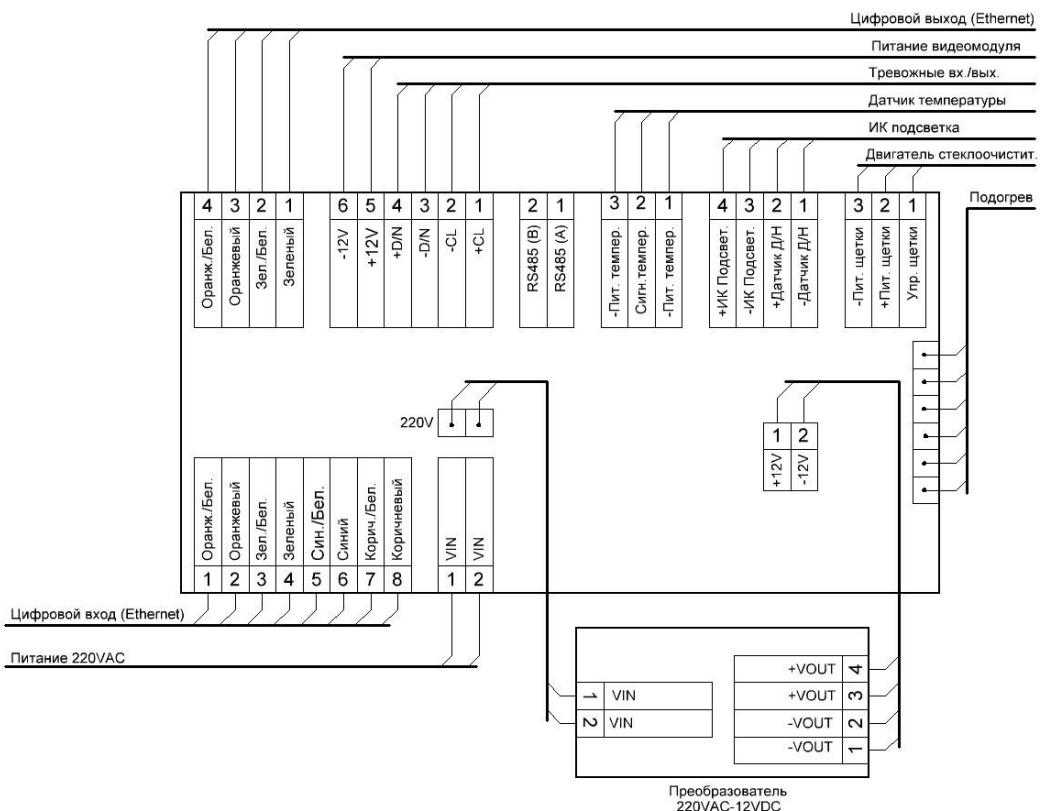
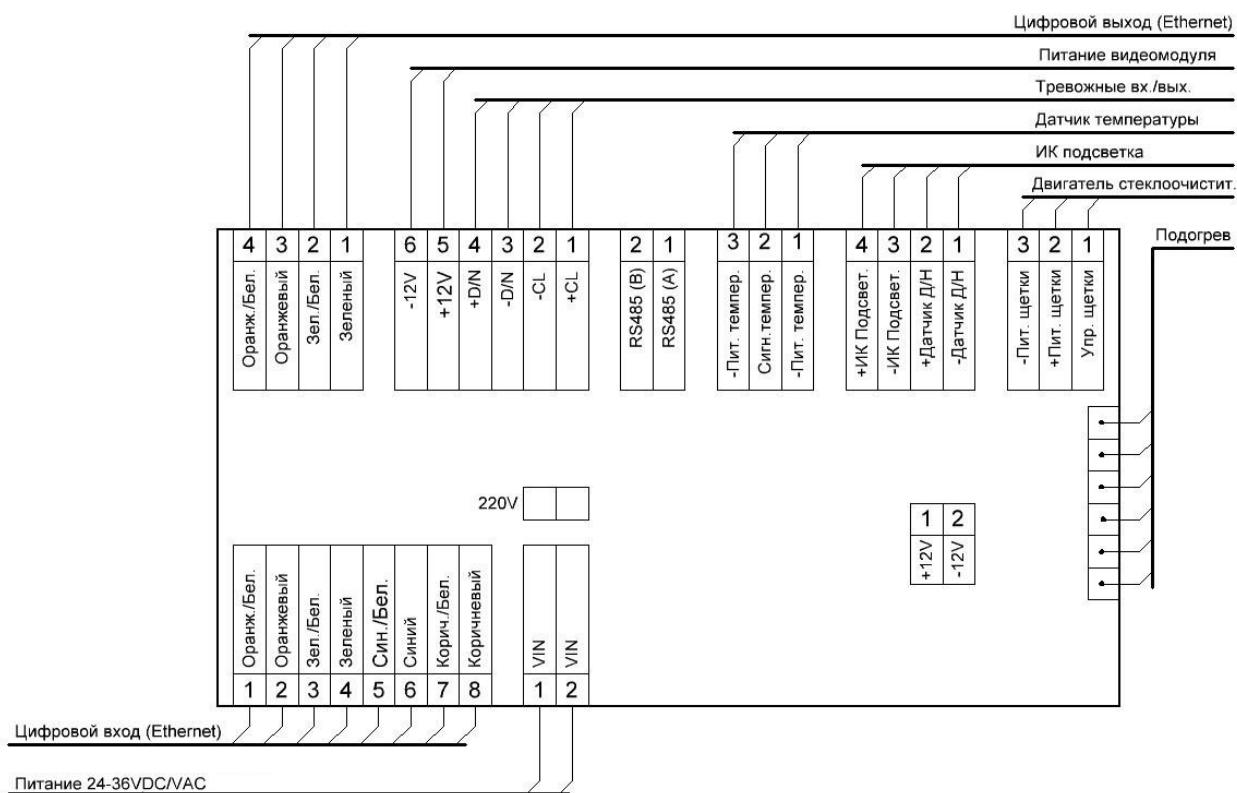

Рисунок 4.6 – Схема подключения термокожуха с напряжением питания 220 В переменного тока
Рисунок 4.7 – Схема подключения термокожуха с напряжением питания 24-36 В постоянного и переменного тока
7. Подключите видеокамеру к электронной плате согласно схеме подключения (Рисунок 4.6, Рисунок 4.7, Рисунок 4.7).
8. Через кабельные вводы заведите питающий и сигнальный кабели, подключите к универсальной плате (Рисунок 4.6, Рисунок 4.7, Рисунок 4.7).